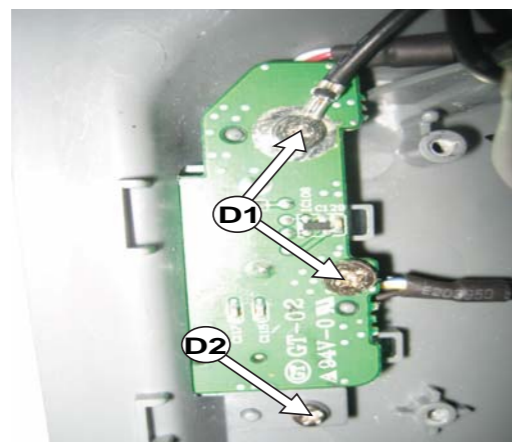

Figura 4
- 2) Solte os 2 parafusos "D1" (S2 x2) para liberar o painel USB como mostra a figura 4.
- 3) Solte o parafuso "D2" (S2) para remover a Tampa USB Cover como mostra a figura 4.